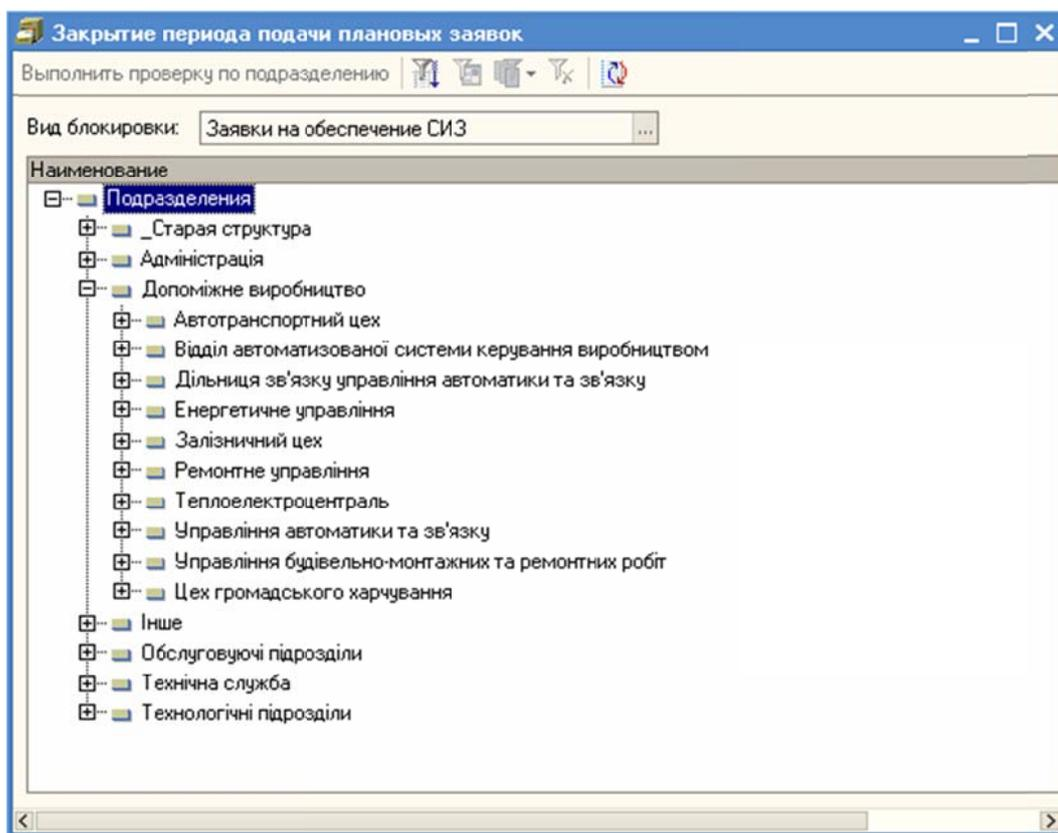

Рисунок 122 – Форма «Закрытие периода подачи плановых заявок»
Для блокировки периода подачи плановых заявок применяется форма «Закрытие периода подачи плановых заявок» (Рисунок 122).
1. Открыть форму блокировки периода подачи плановых заявок (Рисунок 122), используя главное меню программного комплекса (Планирование -> Закрытие периода подачи плановых заявок).